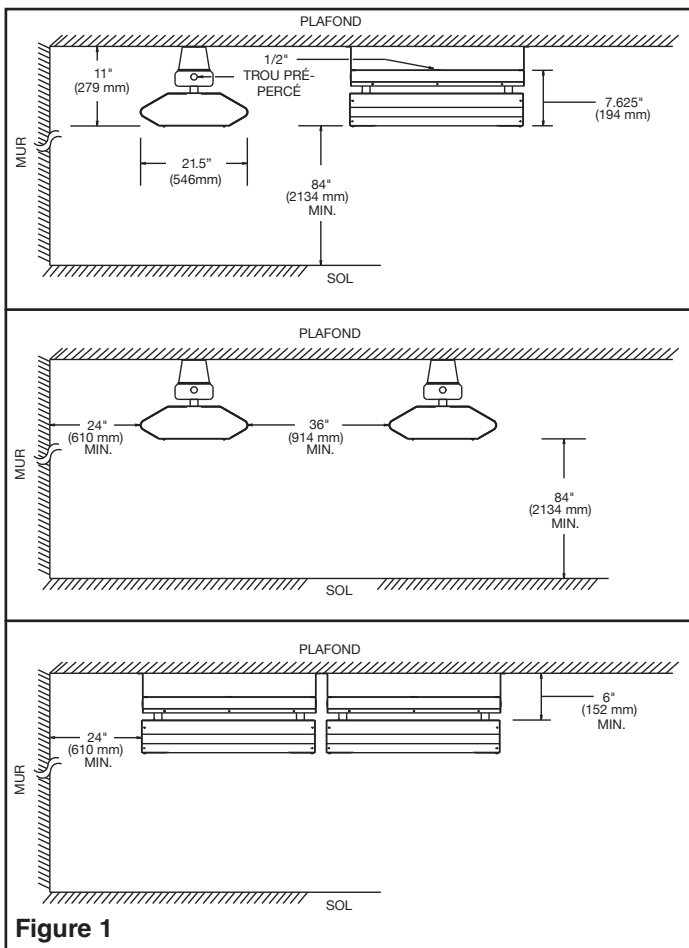

Figure 1
- Vous devez respecter les distances minimum indiquées sur la Figure 1. Maintenez les substances combustibles comme les cartons, les caisses, etc., loin du radiateur.
Limitations de montage : Référez-vous à la figure 1 pour les limitations de montage. Observez les dimensions minimum par rapport au plafond, aux murs, au sol, et aux matériaux combustibles.